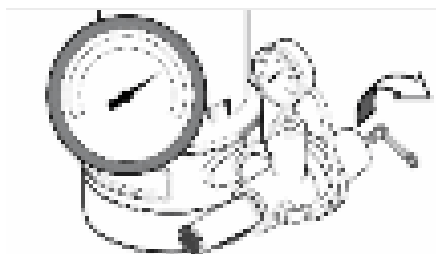

Figura 17A: Abra la válvula reguladora
4. Una vez que la unidad se haya cebado y la presión se haya estabilizado, abra lentamente (gire en sentido antihorario - Figura 17A) la válvula reguladora hasta que la presión descienda (la aguja del manómetro oscila; la bomba puede volverse ruidosa - Figura 17B). En este punto, cierre (gire en sentido horario) la válvula reguladora ligeramente hasta que la presión se estabilice. Esta configuración proporciona el flujo máximo (Figura 17C).